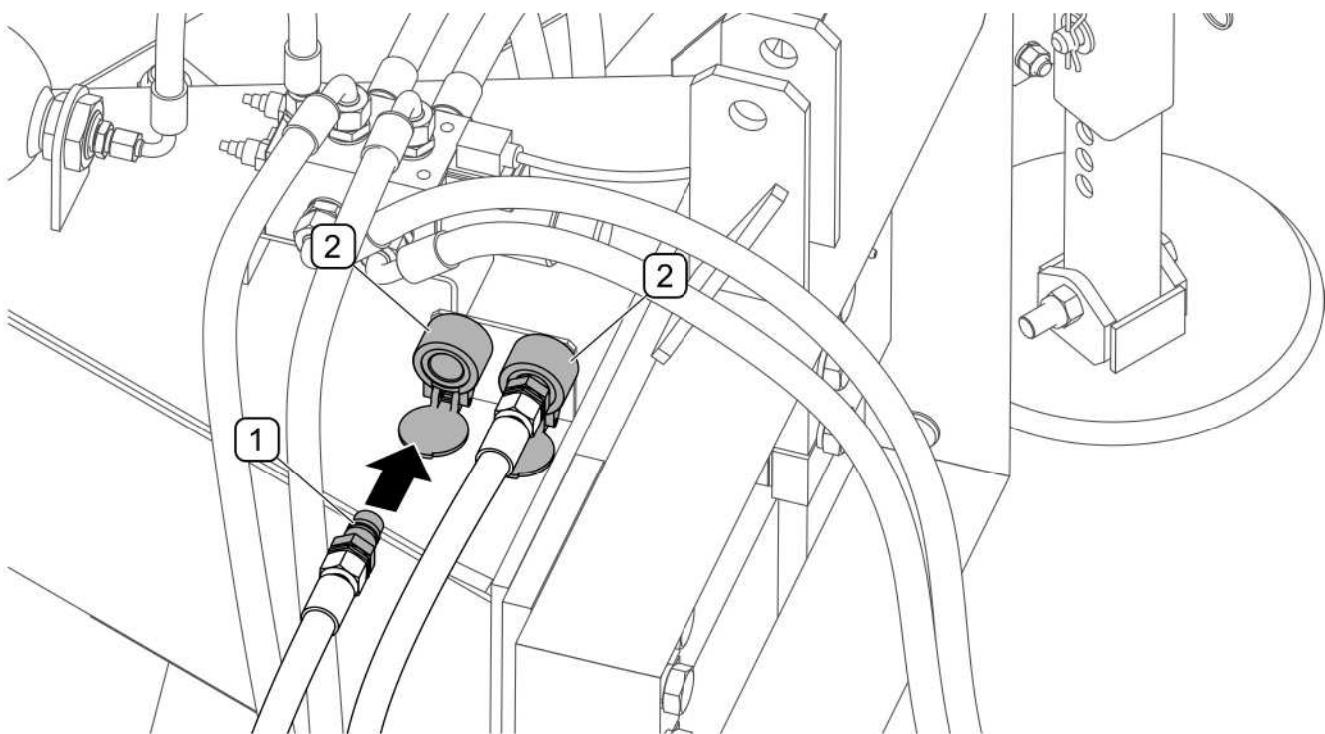

РИСУНОК 4.11Предохранение штекеров гидропроводов
- закрыть колпачками штекеры (1) быстроразъемных гидравлических соединений и поместить в специальные гнезда (2) на раме (РИСУНОК 4.11)